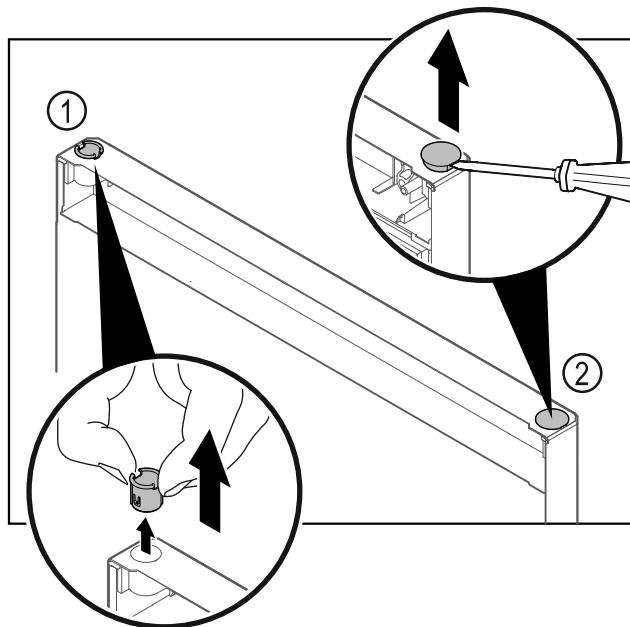

Fig. 21
- Estrarre la boccola cerniera Fig. 21 (1) con le dita.
- Con un cacciavite a testa a intaglio sollevare con cautela il tappo Fig. 21 (2) ed estrarlo.